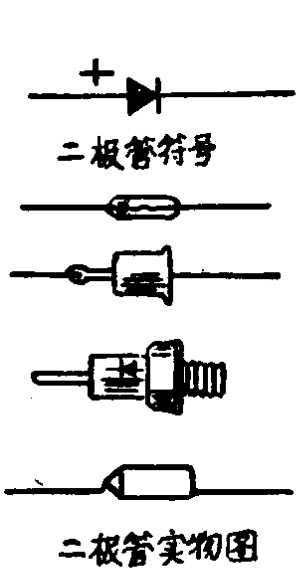

图 1-8 晶体二极管的实物图与符号图
2.二极管的种类，外形及使用：把我们上面讲的PN结密封起来，外面焊出两根引线，一根接P型半导体，叫作正极，另一根接N型半导体，叫作负极。常用的晶体二极管有点接触型和面接触型两种。点接触型二极管多用作半导体收音机中的检波和小电流整流电路中，面接触型二极管一般常用来作整流，图1-8为晶体二极管的外形和表示符号。